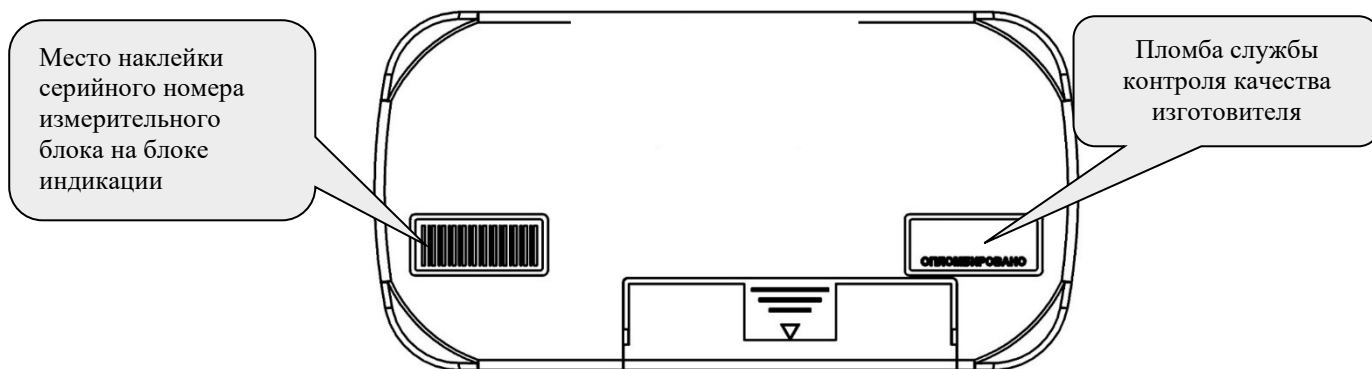

Рисунок 10А – Схема пломбировки блока индикации и место наклейки серийного номера измерительного блока
- 3.5 Сверить номер, нанесенный на наклейку на задней крышке блока индикации (рисунок 10А) с серийным номером измерительного блока счетчиков в корпусе SPLIT. Если номера не совпадают, то обмен информацией между блоком индикации и измерительным блоком невозможен.